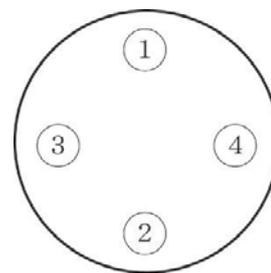

図 4-4 締付け手順
(3) 反応器
- イ 本体とふたの締付部分は、パッキン（ガスケット）の有無にかかわらず、常に清浄に保つ。締付けは、徐々に力を強くし、図 4-4 の順序に従うこと。片締めをしてはいけない。